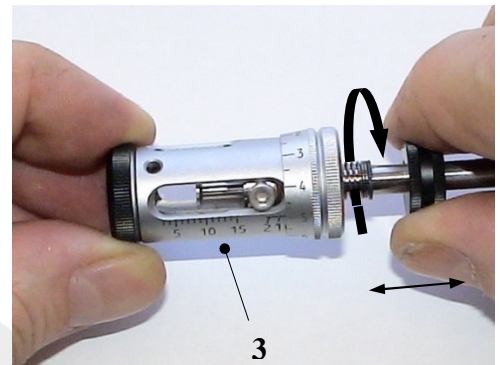

Bild 3. Abisolierlänge einstellen
- Längeneinstellring **(2)** durch drehen in Pfeilrichtung lösen. **(Bild 3)**
- Durch verschieben von Längeneinstellring **(2)**, Anschlag **(3)** mit Hilfe der Skala auf die gewünschte Abisolierlänge einstellen. Die Teilung der Skala beträgt **1mm** pro Strich. **(Bild 3)**
- Durch drehen in die entgegengesetzte Richtung Längeneinstellring **(2)** wieder blockieren. **(Bild 3)**